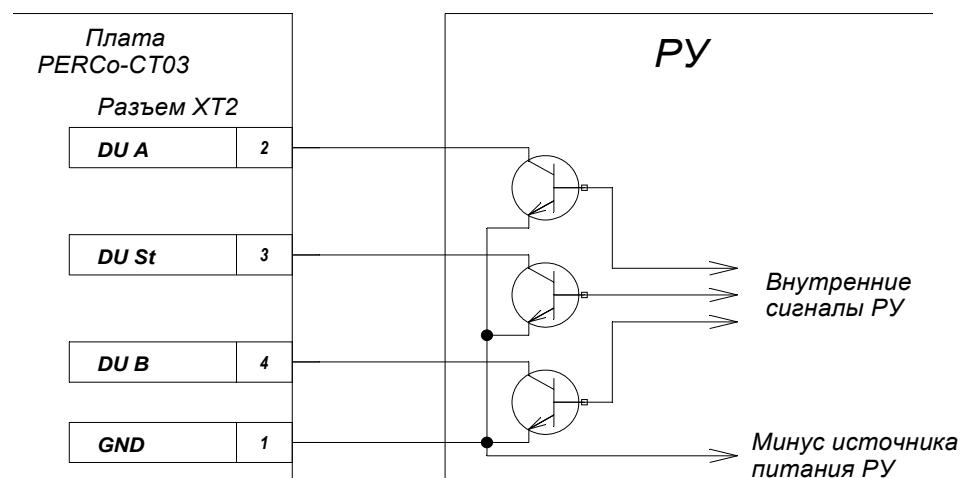

Рисунок 4 – Управляющие элементы устройства радиоуправления (РУ):
5.4.2 Управление ЭП осуществляется подачей на контакты клеммной колодки «XT2» DUA, DUST и DUB сигнала низкого уровня относительно контакта GND, при этом управляющим элементом могут быть нормально разомкнутый контакт реле или схема с открытым коллекторным выходом (см. рисунок 4).